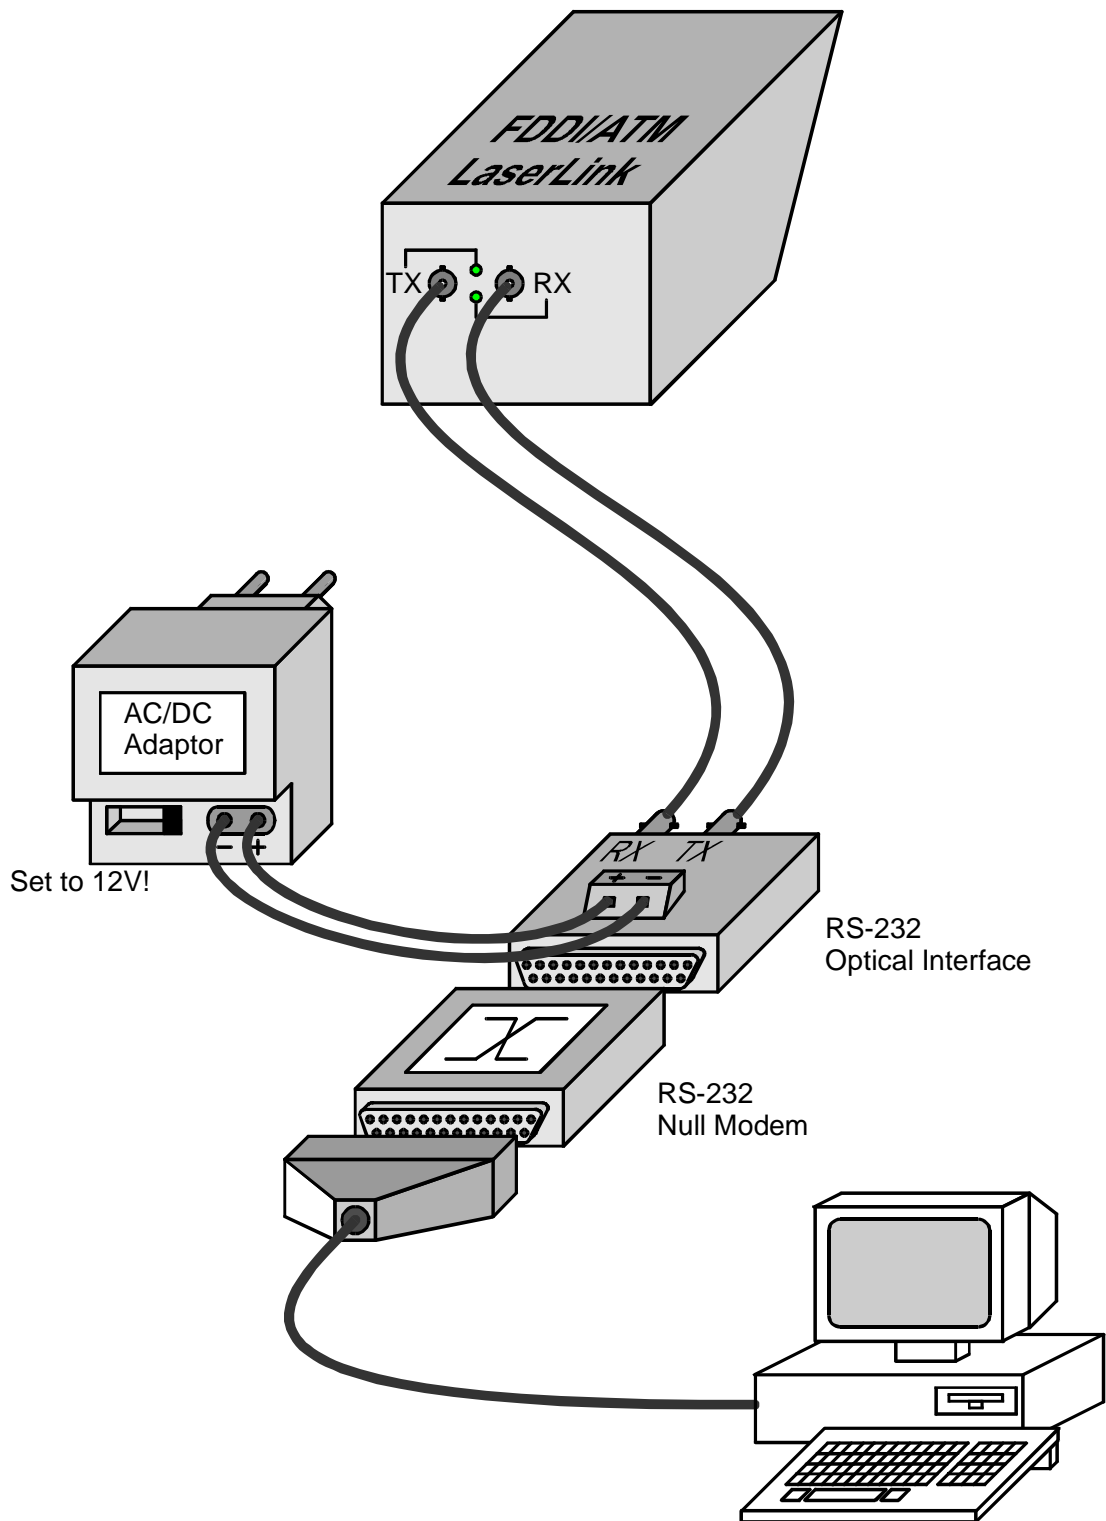
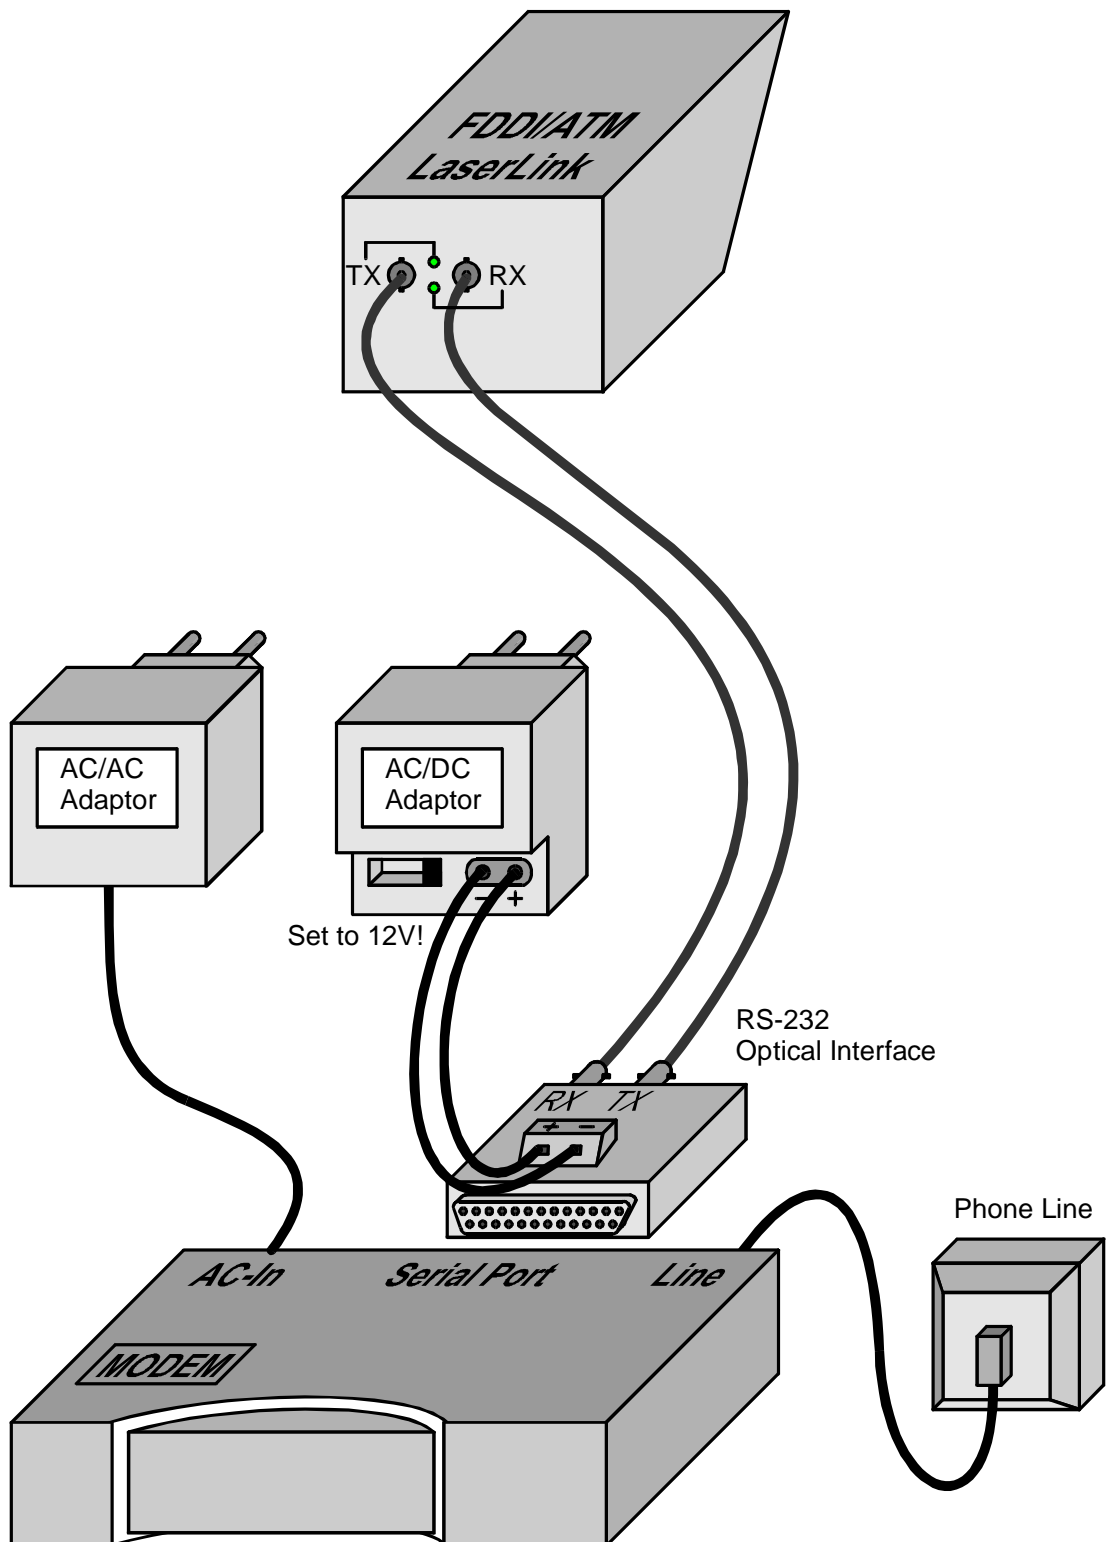

Bild 1: Direkter Anschluß eines Laser-/LED-Link an den COM-Port Ihres Management-PC
Bild 3: Anschluß eines Laser-/LED-Links an ein Modem
Um Ihre Geräte mit dem Management-PC über eine V.24-Strecke zu verbinden, gibt es mehrere Möglichkeiten. Zunächst können Sie wählen, ob Sie Ihre Geräte direkt mit dem Management-PC verbinden möchten, oder ob Sie eine Modemverbindung dazwischen schalten möchten. Die direkte Verbindung bietet sich immer an, wenn Ihr Netzwerk-Management-PC in unmittelbarer Nähe des Gerätes aufgestellt ist, mit dem er verbunden werden soll. Mit einer Direktverbindung geht der Verbindungsaufbau im Netzwerk-Management am Schnellsten und es fallen keine Telefongebühren an. (siehe Bild 1).
Ist das Gerät aufgrund zu großer Entfernung nicht direkt mit dem Management-PC zu verbinden, empfiehlt sich eine Verbindung über Datenmodem. Dazu schließen Sie das Gerät an das mitgelieferte Modem an, welches Sie mit einem analogen Telefonanschluß verbinden. (siehe Bild 3). Die Modemverbindung hat den Vorteil, daß Sie Ihre Geräte von jedem beliebigen PC mit Datenmodem fernwarten können.
- Stecken Sie die Glasfaser für das Netzwerk-Management auf die mit IN und OUT bezeichneten ST-Anschlüsse des Management Ports auf (siehe Bild 1 bis 4).
- Wird der RS-232 LWL-Umsetzer direkt mit dem COM-Port des PC's verbunden, muß ein Null Modem dazwischen geschaltet werden (siehe Bild 1 bzw. Bild 3). Dies erhalten Sie im Computer Fachhandel.